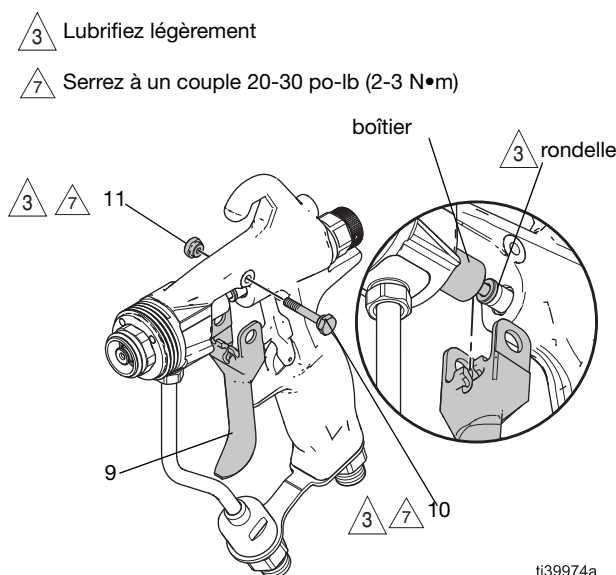

FIG. 44 : Positionnement de la gâchette
Nettoyer la surface d'étanchéité de la coupelle en U de la poignée du pistolet	Procédure de nettoyage , page 22. FIG. 44 à la page 30.
2. Vissez la cartouche un ou deux tours dans le corps du pistolet jusqu'à ce que l'ensemble de gâchette (9) s'insère entre la rondelle du pointeau et le boîtier. Voir FIG. 44 : Positionnement de la gâchette, page 30.
3. Montez la gâchette (9), la goupille de la gâchette (11) et l'écrou de la gâchette (10) en face de la rondelle. Voir **Montez la gâchette**, page 30.